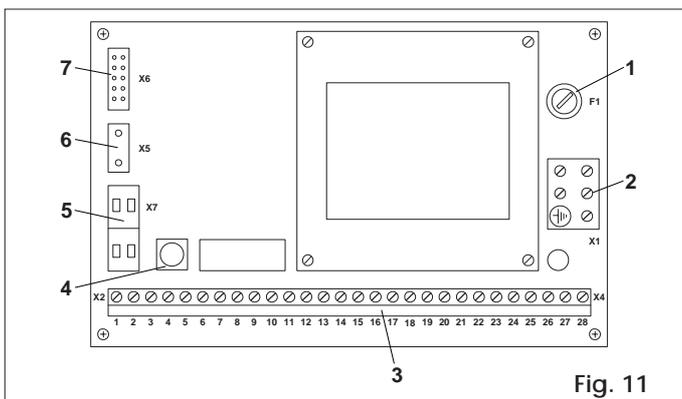

Fig. 11
**Nota:** para repetir el proceso de inicialización, pulsar el botón de REINICIALIZACIÓN (fig. 11-ref. 4) durante más de cuatro segundos.
6. EQUIPO ELECTRÓNICO DE MANDO 960 MP (fig. 11)